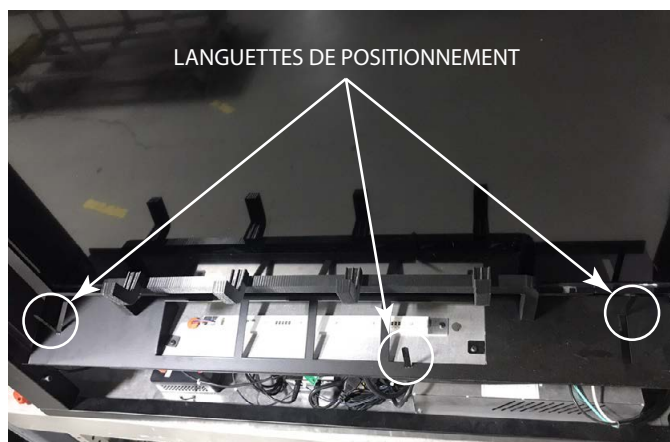
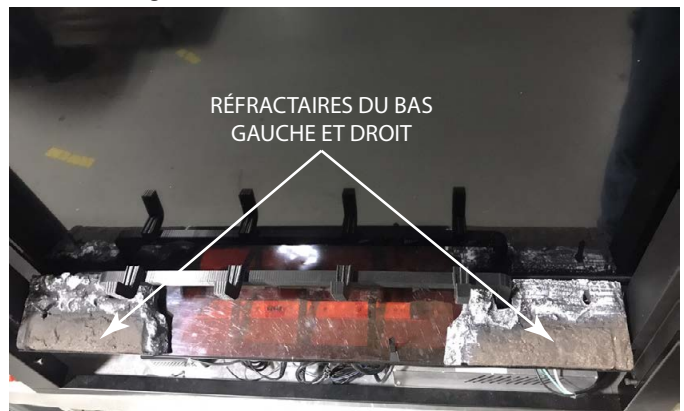

Figure 4.15 Replier les languettes.
Figure 4.17 Installation des pièces réfractaires des bases gauche et droite
### 2. Localisez les (3) languettes de positionnement et pliez les languettes vers le haut. Voir la figure 4.15.
### 4. Placez les pièces réfractaires de base gauche et droite sur le plateau de base de l'appareil. Chaque pièce s'insère sur la languette de positionnement (qui a été pliée à l'étape 2), comme le montre la figure 4.15. Voir la figure 4.17.